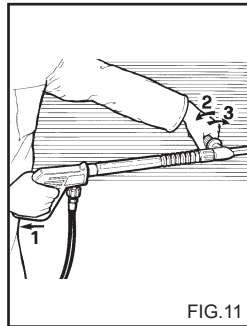

FIG.11
**BRUK AV DUBBELT MUNSTYCKET ELLER STÅLLBARTMUNSTYCKSHUVUD. (fig. 11). (Tillbehör)**